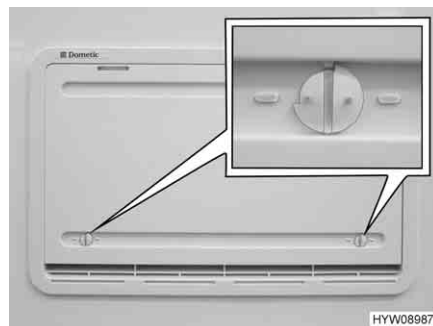

Fig. 131 Copertura invernale
Se il funzionamento del frigorifero avviene a basse temperature esterne, il produttore consiglia l'utilizzo di una copertura invernale (Fig. 131) per la griglia di aerazione del frigorifero.
- Aprire entrambi i bloccaggi (Fig. 131), la scanalatura risulterà orizzontale.